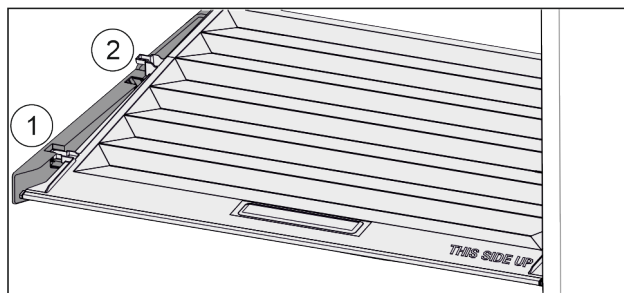

Fig. 134
- ▶ Pokrov povlecite naprej Fig. 134 (1) do odprtine v držalnih delih.
- ▶ Zadaj ga od spodaj dvignite in odstranite Fig. 134 (2) navzgor.